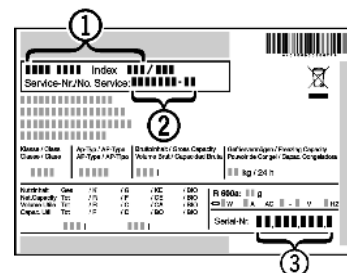

Fig. 10
- Gerätebezeichnung Fig. 10 (1), Service-Nr. Fig. 10 (2) und Serial-Nr. Fig. 10 (3) vom Typenschild ablesen. Das Typenschild befindet sich an der linken Geräteinnenseite.
- Den Kundendienst benachrichtigen und den Fehler, Gerätebezeichnung Fig. 10 (1), Service-Nr. Fig. 10 (2) und Serial-Nr. Fig. 10 (3) mitteilen.